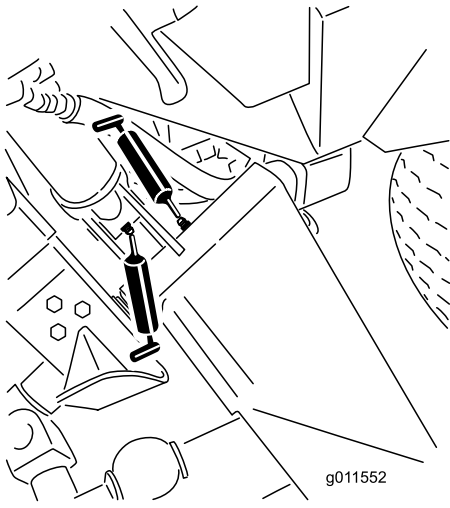
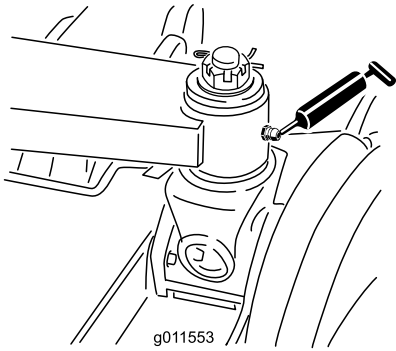

Figure 69
Figure 70
- 6 bagues de bras de levage principal (Figure 69 et Figure 70)